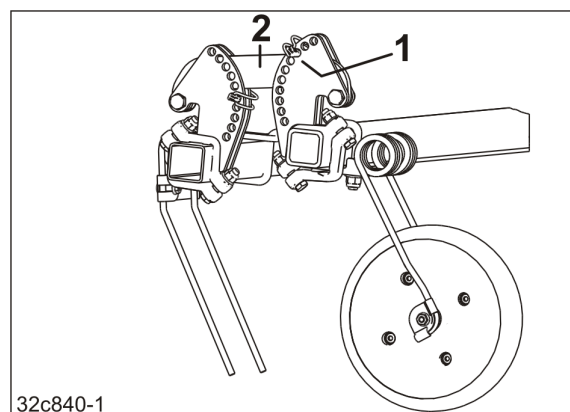

Fig. 196
3. Reglarea adâncimii de lucru a dinților greblei se realizează prin introducerea șplintului țevă (Fig. 196/1)
- o deasupra barei de legătură (Fig. 196/2),
Adâncimea de lucru devine mai mare cu cât este introdus mai adânc șplintul țevii (Fig. 196/1) în segmentul de ajustare.